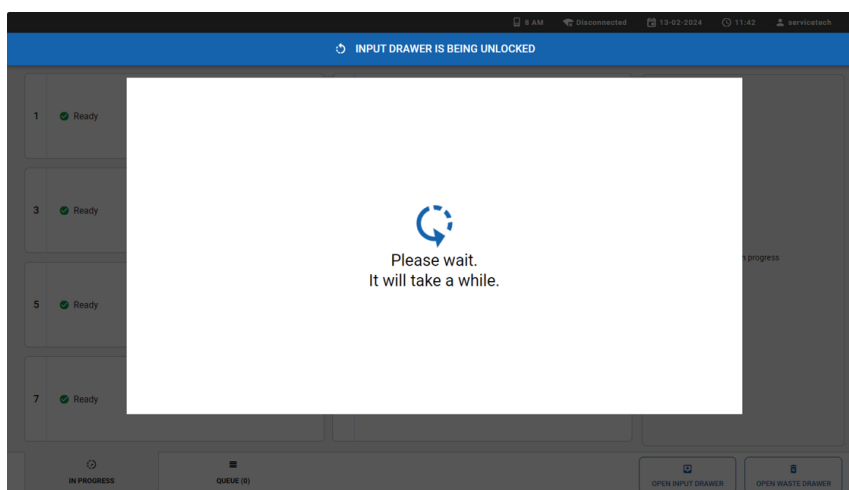

Bild 12. Dialogrutan för väntande inmatningslåda.
4. Vänta tills inmatningslådan låses upp (Bild 12).